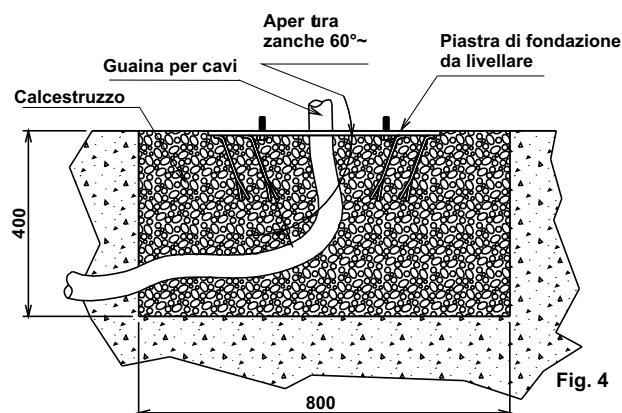

Fig. 4
- Allargare le zanche della piastra di fondazione a circa 60° (Fig. 4).
- Riempire lo scasso con calcestruzzo R425 e posizionare la piastra di fondazione come in Fig. 4.